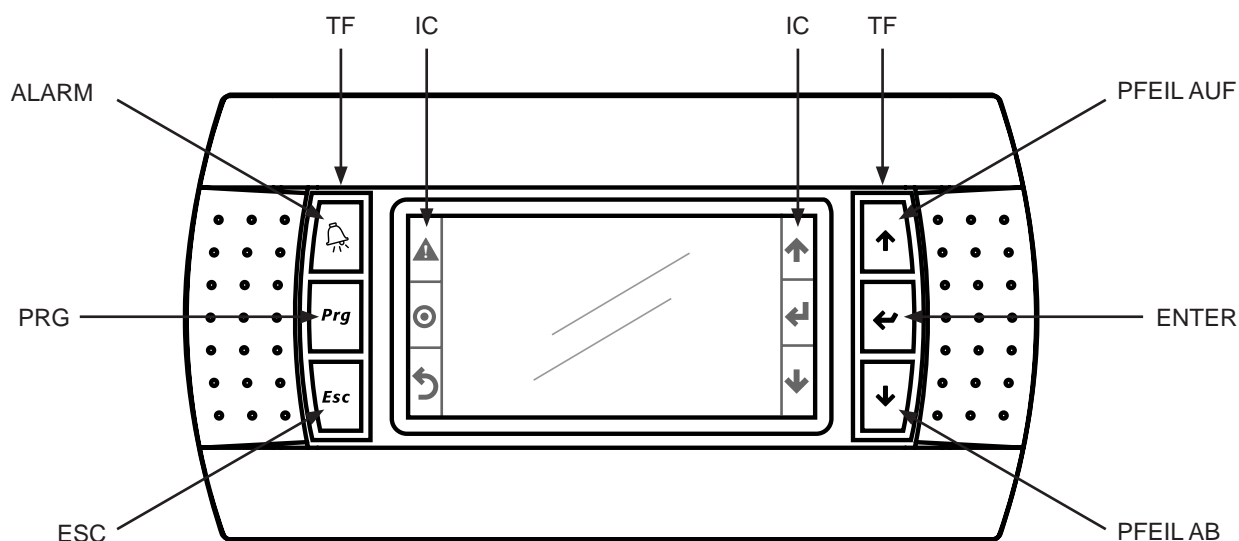

Abbildung 16
(1) Nur kompatibel mit adiabatischen Modellen (AVK, AVS, AVW).
(2) Nur kompatibel mit Chillbooster-Modellen. Chillbooster-Modelle sind nicht Gegenstand dieses Handbuchs.
9.10 Das Fernbedienungspanel (A2) besteht aus einem zentralen Display und 3+3 physischen Seitentasten: links vom Display befinden sich die Tasten "ALARM", "PRG", "ESC", rechts die Tasten "PFEIL AUF", "ENTER", "PFEIL AB". Siehe Abbildung 16. Die Funktion der physischen TF-Tasten wird durch die entsprechenden IC-Symbole auf dem Display deutlich gemacht.